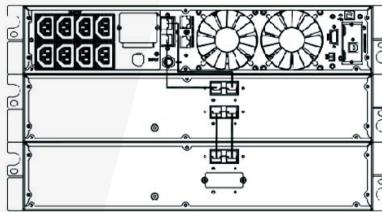

Рис. 10 Типовая установка ЕВР
- д. Если вы устанавливаете более одного ЕВР, для каждого дополнительного ЕВР снимите направляющие для кабеля ЕВР сверху и снизу передней крышки ЕВР. Смотри рис. 10.
- е. Подключите кабель ЕВР в аккумуляторный разъем как показано на рис.10. К ИБП может быть подключено до четырех внешних батарейных кабинетов. Соедините черный с черным разъемами.